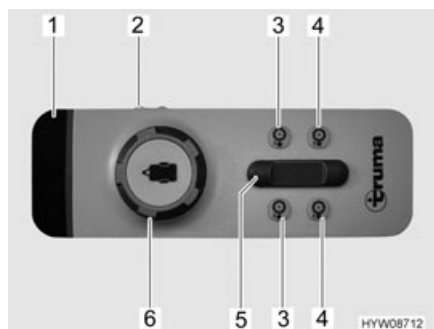

Fig. 11 Telecomando (sistema di manovra)
Il veicolo viene comandato tramite un pomello girevole e un regolatore a scorrimento posizionati sul telecomando (Fig. 11). La seguente tabella descrive la funzione dei singoli elementi di comando/indicazione:
- Spostare l'interruttore a scorrimento (Fig. 11,2) del telecomando su "ON". Il LED verde 4 (Fig. 11,1) lampeggia per circa 5 secondi, quindi rimane acceso. Il sistema di manovra è ora pronto all'uso.
- Su entrambi i lati, avvicinare i rulli di trasmissione alle ruote, premendo contemporaneamente i tasti di avvicinamento dei rulli di trasmissione alle ruote (Fig. 11,4) per circa 3 secondi.
- Spostare il veicolo nella posizione desiderata tramite il pomello girevole (Fig. 11,6) e il regolatore a scorrimento (Fig. 11,5). Il veicolo viene movimentato e frenato senza problemi.
- Sui due lati, ruotare i rulli di trasmissione retraendoli dai pneumatici. A tale scopo, premere i tasti per la retrazione dei rulli di trasmissione (Fig. 11,3) per circa 3 secondi.
- Spostare l'interruttore a scorrimento (Fig. 11,2) del telecomando su "OFF".